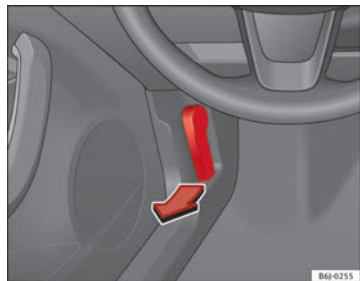

Abb. 131 Öffnungshebel für Motorraumklappe
- Ziehen Sie den Hebel unter der Instrumententafel → Abb. 131 in Pfeilrichtung. Die Motorraumklappe wird durch Federwirkung entriegelt → ⚠.